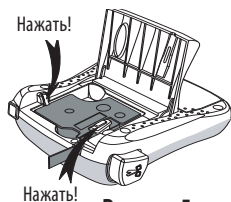

Рисунок 5
3. Нажмите на кассету, чтобы она со щелчком встала на место. См. рисунок 5.